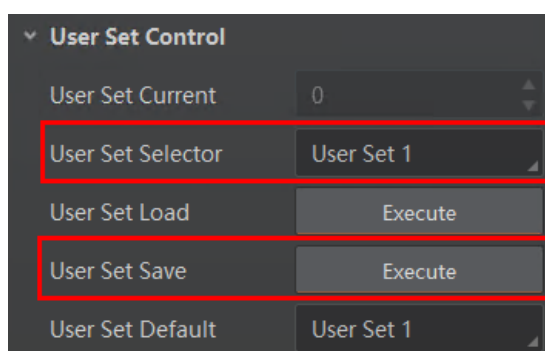

图8-2 保存参数设置
- 保存参数：修改参数后，通过 *User Set Selector* 参数下拉选择其中一组 *User Set* 参数，点击 *User Set Save* 处的 *Execute*，即可将参数保存到用户参数中，如图 8-2 所示。